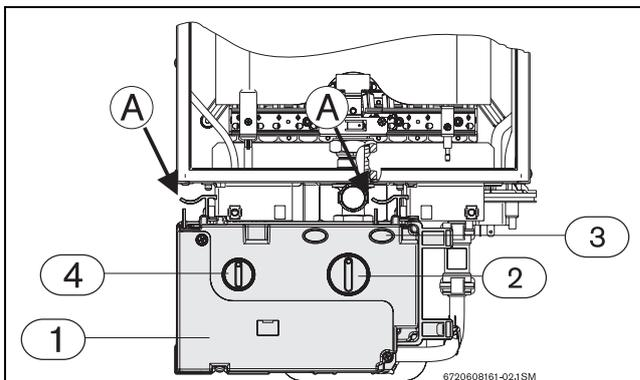

Fig. 11 Riferimenti per l'estrazione del quadro comandi
- Premere contemporaneamente le due leve (A) ed estrarre in avanti il quadro comandi (→Fig. 11, pos. 1).
- ▶ Ruotare il selettore di temperatura (→Fig. 11, pos. 2) nella posizione 6 (posizione 60 nel quadro comandi).
- ▶ Premere e mantener premuto, per almeno dieci secondi, la spia luminosa di "bruciatore acceso" (che funge anche da tasto per servizio tecnico (→Fig. 11, pos.3) contemporaneamente ruotare l'interruttore principale in posizione I (→Fig. 11, pos. 4).
- ▶ Ruotare il selettore di temperatura (→Fig. 11, pos. 2) nella posizione 1 (posizione 35 nel quadro comandi).
- ▶ Premere e mantener premuto, per almeno dieci secondi, la spia luminosa (→Fig. 11, pos. 3) di "bruciatore acceso" (che funge anche da tasto per servizio tecnico) contemporaneamente ruotare l'interruttore principale in posizione I (→Fig. 11, pos. 4).